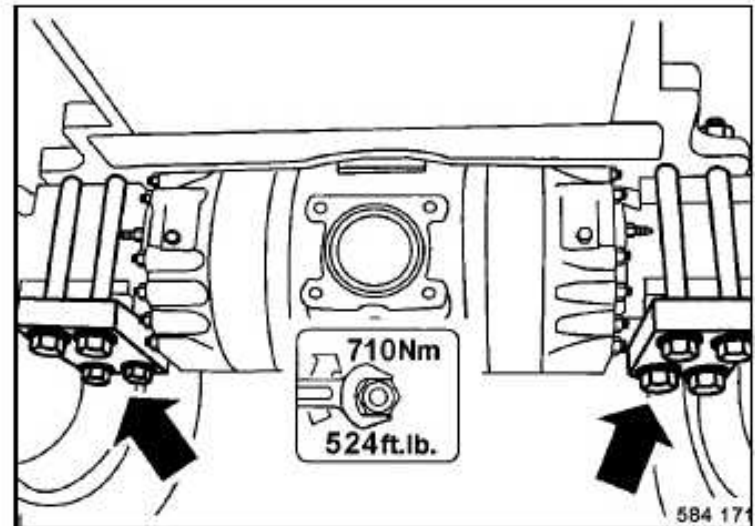

Fig. 144
- Comprobar todas las tuercas de fijación de los bulones de sujeción del eje (Fig. 144) por asiento fijo.